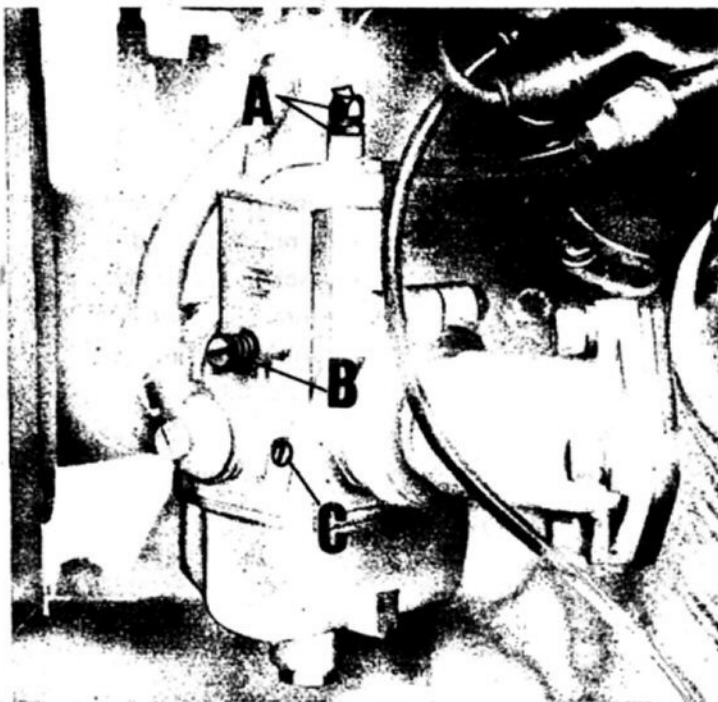

Fig. 13
- 2) Controllare la sincronizzazione delle valvole gas; questa operazione va eseguita con il contenitore filtro e manicotto di collegamento carburatori smontati; mentre si fa ruotare la manopola comando gas, con le dita a contatto delle valvole gas sui carburatori si dovrebbe individuare se le valvole aprono in uguale misura e nel medesimo istante: eventuali differenze di apertura vanno corrette agendo sulla vite tendifilo (vedere A di fig. 13) di un carburatore sino a che, ruotando la manopola gas, si constata la perfetta sincronizzazione di apertura delle valvole gas.
- 3) Regolare il minimo benzina agendo sulla vite C di fig. 13. Svitandola si aumenta l'afflusso di benzina, avvitandola si diminuisce. Per la regolazione, portare la vite a fondo corsa e successivamente svitarla di 1 giro e mezzo per il carburatore sul cilindro sinistro e 1 giro e $\frac{3}{4}$ + 2 giri per il carburatore sul cilindro destro. Con motore funzionante a circa 1.000 ÷ 1.200 giri, staccare la candela da un cilindro ed agire sulla vite C di fig. 13 del carburatore del cilindro opposto svitandola o avvitandola in un campo limitato sin tanto che si raggiunge il punto di miglior rendimento e cioè un leggero aumento di giri.
- 4) Staccare il cavo candela dal cilindro destro, avviare il motore, ed accertarsi che si spenga dopo quattro o cinque scoppi; se si spegne prima, o dopo, agire sulla vite di regolazione minimo valvola gas (vedere B di fig. 13) fino a che il motore si spenga entro detto numero di giri. Ripetere l'operazione sul cilindro destro staccando il cavo candela dal cilindro sinistro ed avviare il motore; se il cilindro destro è nella normalità il motore deve spegnersi entro quattro o cinque scoppi, altrimenti passare alla regolazione agendo sulla vite (vedere B di fig. 13) come sopra sino a che il motore si spenga entro il medesimo numero di scoppi: riattaccare quindi il cavo alla candela del cilindro sinistro.